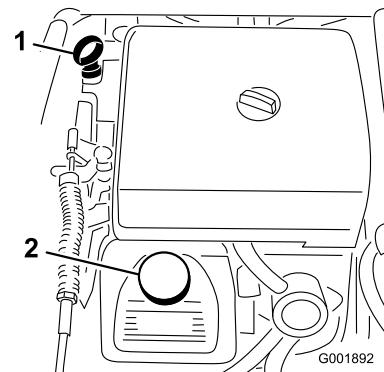

Figura 50
- Retire la varilla y límpielas con un paño limpio (Figura 50). Introduzca la varilla en el tubo asegurándose de que entre a fondo. Retire la varilla y compruebe el nivel de aceite.
- Si el nivel de aceite es bajo, retire el tapón de llenado de la cubierta de la válvula (Figura 50) y vierta aceite por el orificio hasta que el nivel de aceite llegue a la marca Lleno de la varilla. Añada el aceite lentamente
8. Agregue lentamente un 80% de la cantidad especificada de aceite por el tubo de llenado (Figura 50).